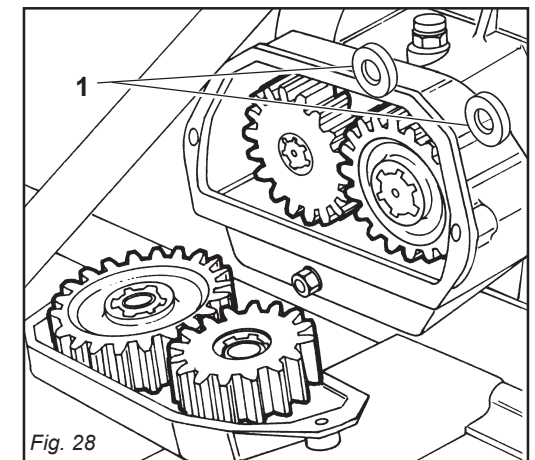

Fig. 28
La macchina è equipaggiata di cambio di velocità (Fig. 28), con una coppia di ingranaggi.
Machine are equipped with a gearshift (Fig. 28), with one pair of gears.
Les machines sont équipées d'une boîte de vitesse (Fig. 28), avec un couple d'engrenages.
Die Maschine sind mit Wechsel-getriebe (Abb. 28), mit einem Räderpaar ausgestattet.
Las máquinas están equipadas de cambio de velocidad (Fig. 28), mediante un par de engranajes.
- Fare attenzione durante l'operazione a non far cadere i distanziali (1 Fig. 28), all'interno della scatola cambio.
- La caduta dei distanziali (1 Fig. 28), all'interno della scatola cambio può causare la rottura degli ingranaggi.
- While changing gears pay attention that the spacers (1 Fig. 28) fitted behind the gears do not fall in the gearbox.
- The falling of the spaces (1 Fig. 28) inside the gearbox can cause the braking of the gears.